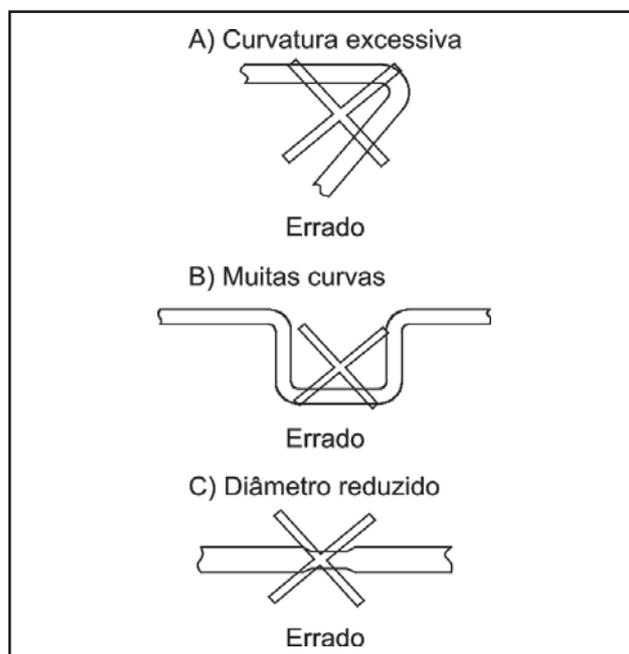

FIGURA 39
- **Quando da instalação de dutos observe que não ocorram as situações conforme a figura 39 ao lado.**